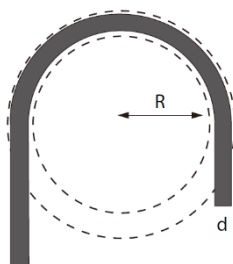

图 7 最小弯曲半径
- 在组件布线时,请始终注意最小弯曲半径(见图 7)。最小弯曲半径是电缆可弯曲的允许曲率。根据电缆类型的不同,必须应用特定的系数(电缆乘数)。对于我们的直流电缆,该系数为 4;